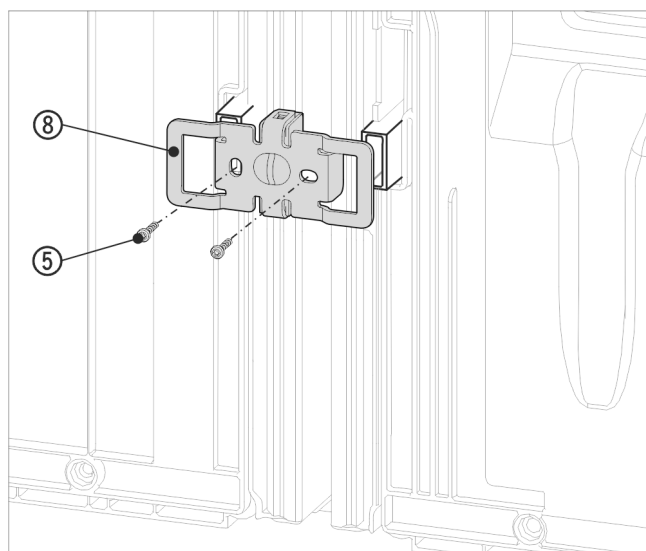

Fig. 19 Zobrazení příkladu
- Úhelník Fig. 19 (8) znovu zasuňte vybráním přes úchyt pro vymezořač odstupu od stěny.
- Přišroubujte pomocí 2 šroubů Fig. 19 (5).